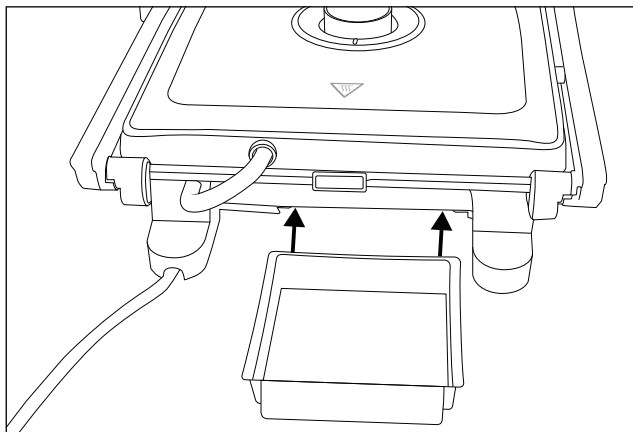

Fig. 1
- 1) Fermez le couvercle de l'appareil à l'aide de la poignée ❸.
- 2) Poussez le bac de récupération du jus ❹ dans le support au dos de l'appareil (fig. 1).
- ◆ Refermez sa fermeture de sécurité ④.
- ◆ Vous pouvez placer le racloir de nettoyage ⑧ dans le bac de récupération du jus ⑨ pour le ranger. Poussez ensuite le bac de récupération du jus ⑨ dans le support au dos de l'appareil (fig. 1).